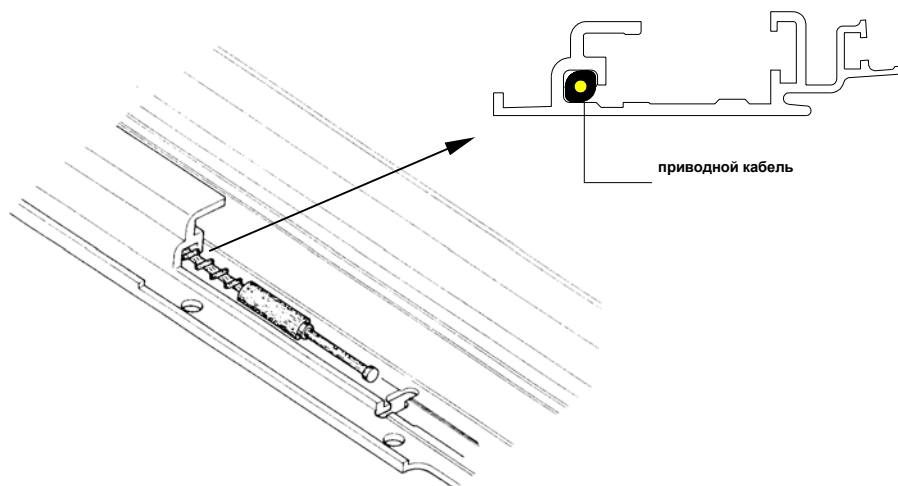

Рисунок 4
13. Открутите передний винт (31, 32) и сдвиньте механизм (33) отвода вперед. Не вынимайте его.
15. Тогда будет виден кабель (25). Выньте кабель и вытащите его из канавки направляющей рейки.
16. Проверьте новый кабель на надлежащую длину, смажьте его и задвиньте в рейку. Убедитесь, что медная направляющая головка кабеля овальной формы расположена в канале направляющей по диагонали (рисунок 4).